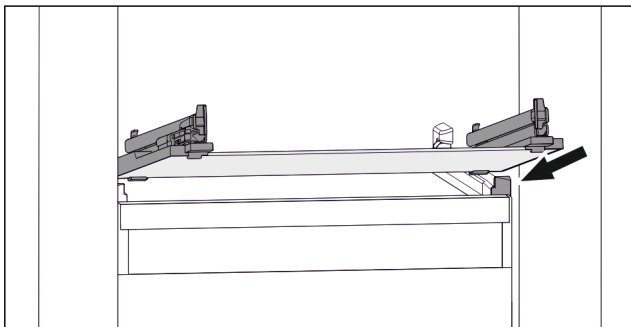

Fig. 134 Приблизне відображення скляної пластини
- ▶ Встановити скляну пластину за стопорами навкоси. (див. Fig. 134)